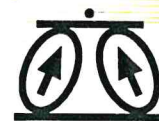

Рис.5
- товарный знак Изготовителя (рис.5);